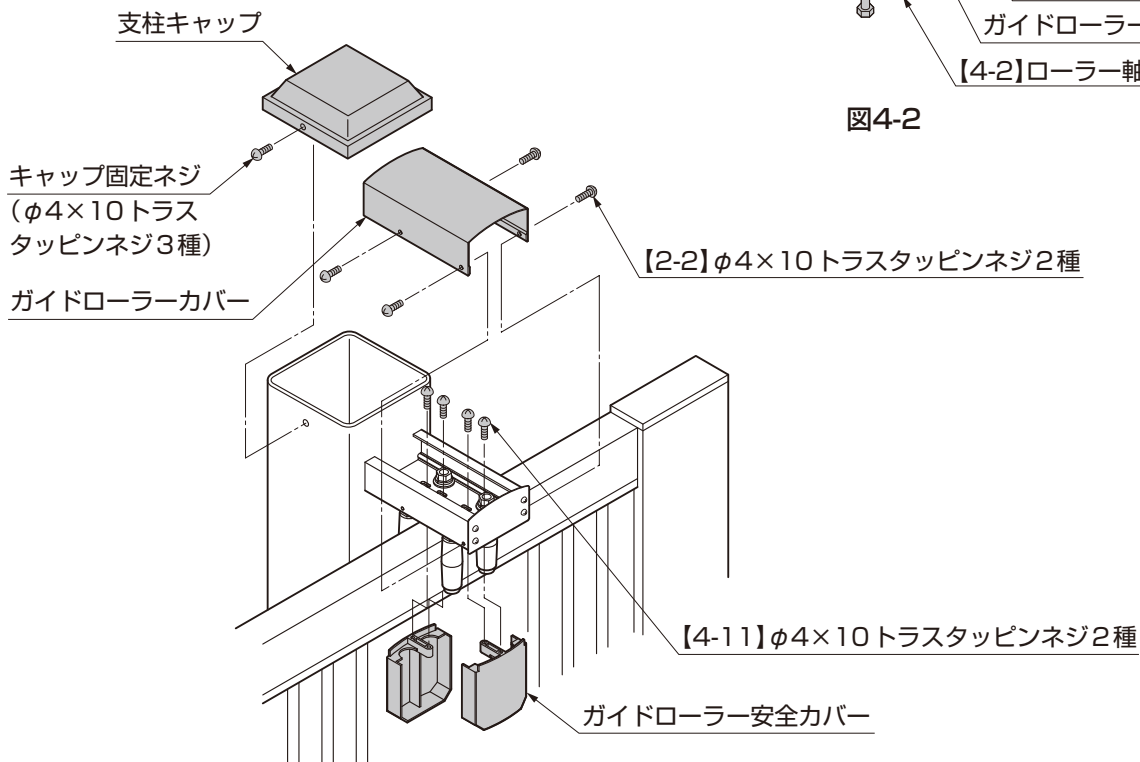

図4-3
②ガイドローラー安全カバーを[4-11]で取付けてください。(図4-3参照)
③支柱キャップを一度はずし、ガイドローラーカバーを[2-2]で取付け、再度支柱キャップを取付けてください。(図4-3参照)